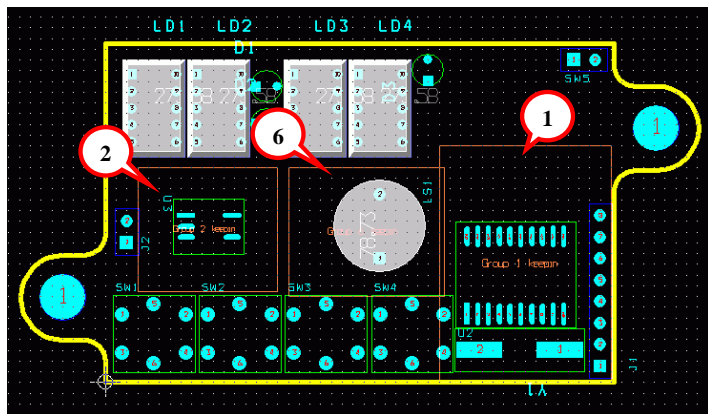

рис. 5-28
Новая попытка. Укажем, используя obstacles **Comp Group Keepin**, приблизительные границы групп ②, ③ и ① (**рис. 5-28**). Сохраните под именем **14.max**.